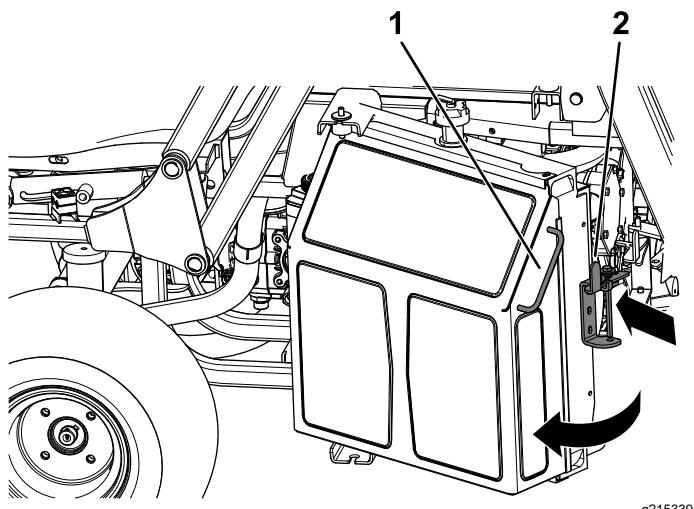

Рисунок 58
- Нажмите защелку радиатора внутрь, в сторону радиатора (Рисунок 58).
- Используя ручку в боковой части радиатора, поверните радиатор, чтобы получить доступ к двигателю (Рисунок 58).